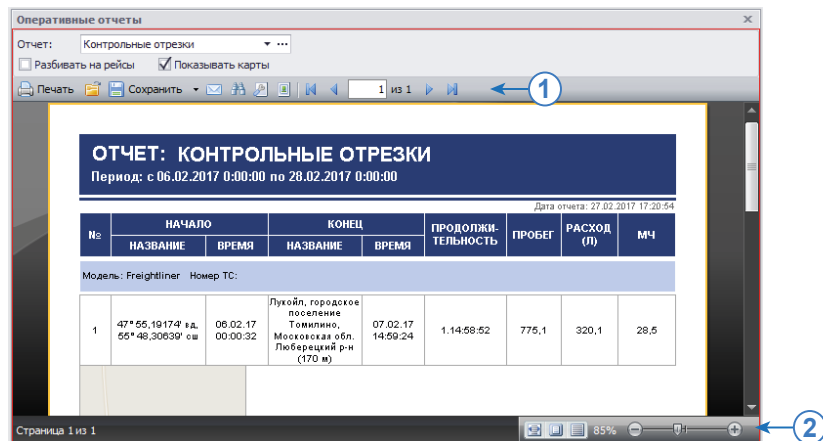

Рис.15. Панель «Оперативные отчеты».
- **Показывать меню команд** – данная опция отображает меню команд на панели «Оперативные отчеты» (Рис.15. п.1).
- **Показывать панель масштаба** – данная опция отображает панель масштабирования на панели «Оперативные отчеты» (Рис.15. п.2).